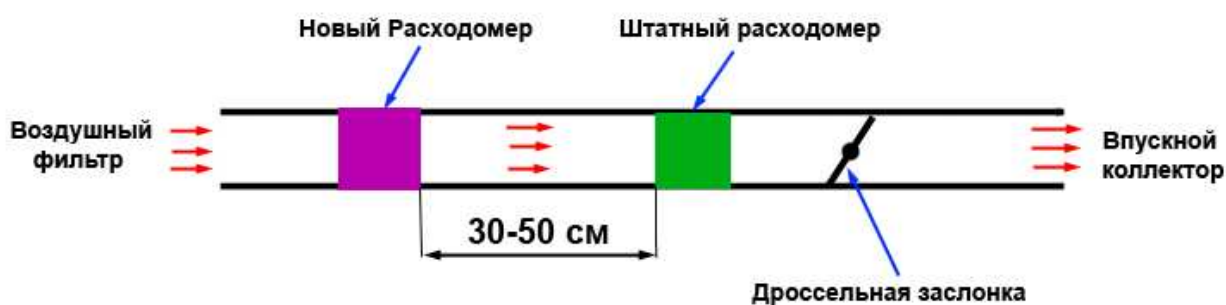

Рис. 2 Порядок установки расходомеров при продувке
1. Установите последовательно во впускном тракте двигателя штатный и расходомер-заменитель как указано на Рис. 2